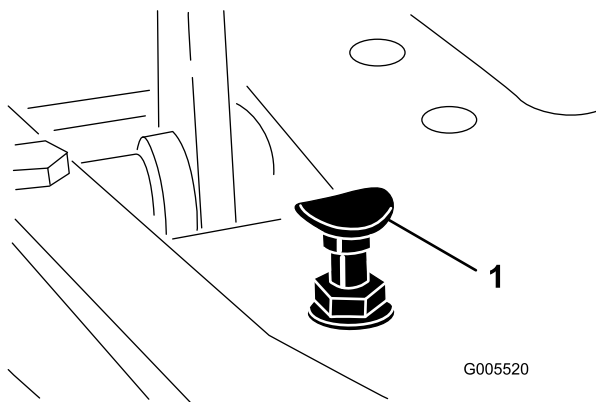

図 47
モードレバーを移動走行位置にセットし、ペダルを一杯に踏み込めば最高速度となります。ケーブルに張力が掛かる前にペダルがストップ 図 47 に当たる場合には調整が必要です。
1. モードレバーを移動走行位置にセットし、ペダルストップを固定しているロックナットをゆるめる図 47。